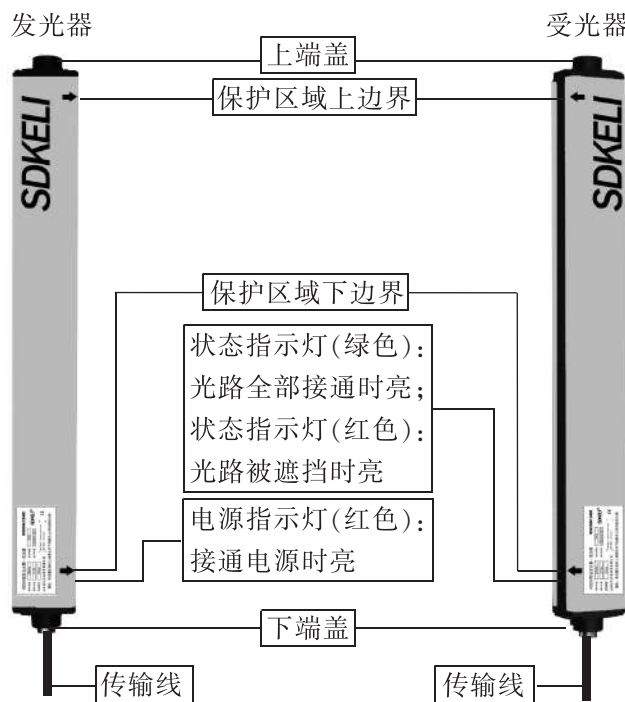

图 1.5 发光器和受光器
(2) 发光器 (见图 1.5)
(3) 受光器 (见图 1.5)